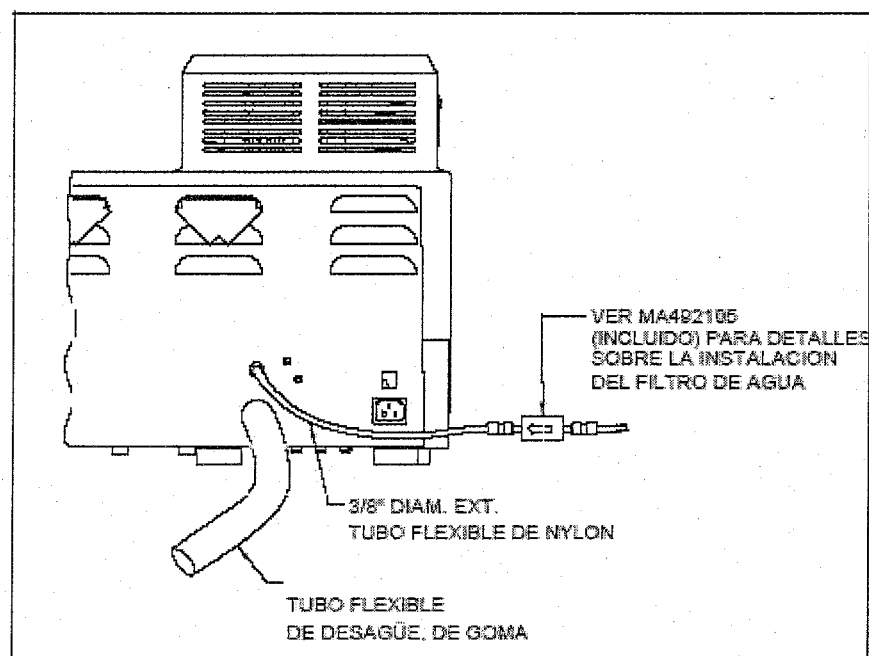

Figura 3. Dibujo de los tubos flexibles de agua y de desagüe.
1. Coloque el tubo de desagüe de 10 mm en el desagüe más cercano (ver figura 3).